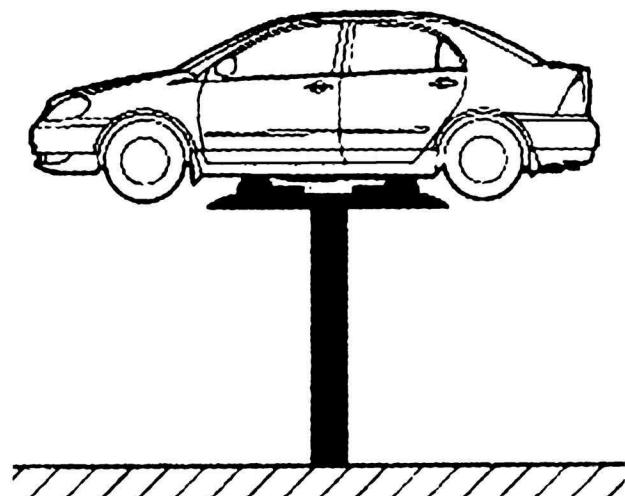

图 1-2-3 工位三
(3) 工位三(举升机升至高位)：以车辆底盘检查为主，为缩短空闲时间，发动机排放机油的同时，可进行其他作业，如图1-2-3所示。